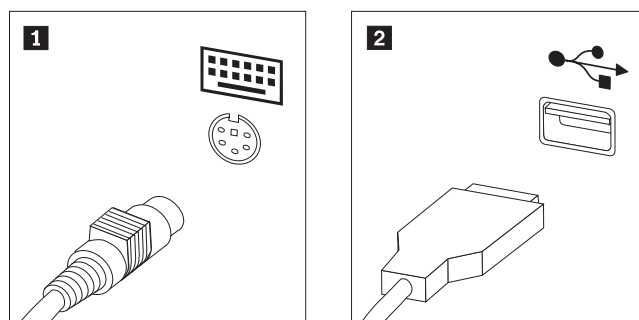

図 34. キーボード・コネクター (標準および USB)
3. キーボード・コネクターの位置を確認します。図 34を参照してください。